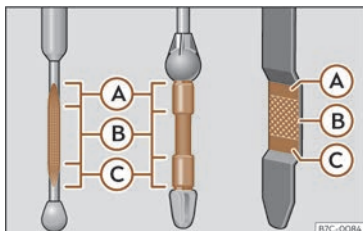

Fig. 235 Joja de ulei.
- Apoi scoateți-o din nou și verificați nivelul uleiului >>> fig. 235. Dacă este necesar, adăugați ulei de motor.
- Când nivelul uleiului ajunge cel puțin la zona >>> **fig. 235** , înșurubați cu atenție bușonul orificiului de umplere cu ulei >>> .